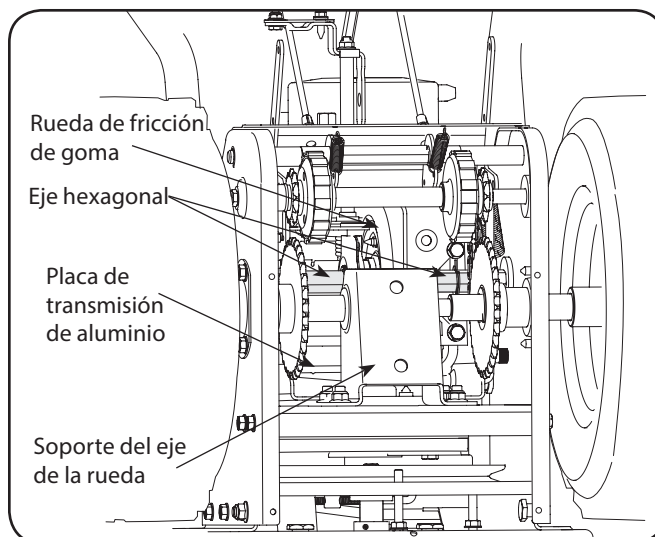

Figura 6-2
3. Aplique una capa ligera de aceite de motor (ó aceite tres-en-uno) al eje hexagonal. Vea la Figura 6-2.